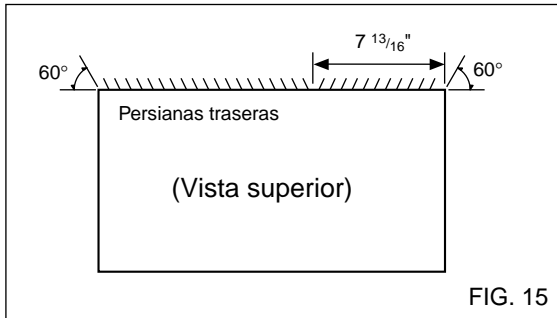

FIG. 15
- 1** Vuelva a dirigir las persianas de la parte trasera del soporte de la pared hasta un ángulo de 60° tal y como se muestra en la FIG 15. Se recomienda la utilización de pinzas.